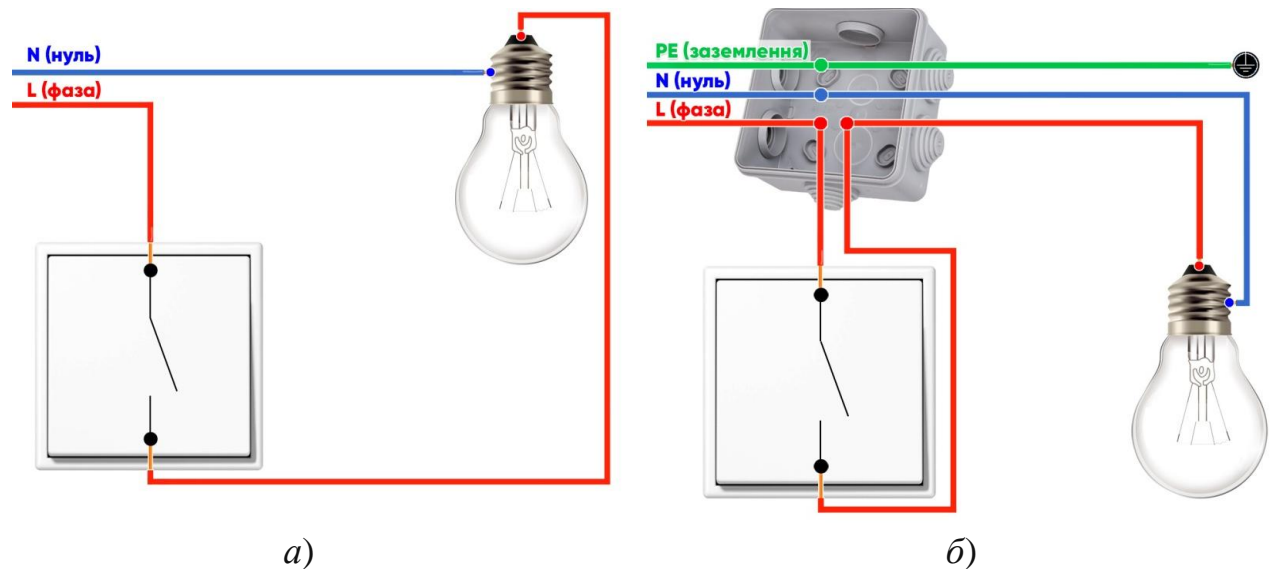

Рис. 5.3. Підключення освітлення через одноклавішний вимикач: а) схема підключення; б) схема підключення з використанням розподільчої коробки
1. Ознайомитися зі схемою підключення одноклавiшного вимикача (рис. 5.3).